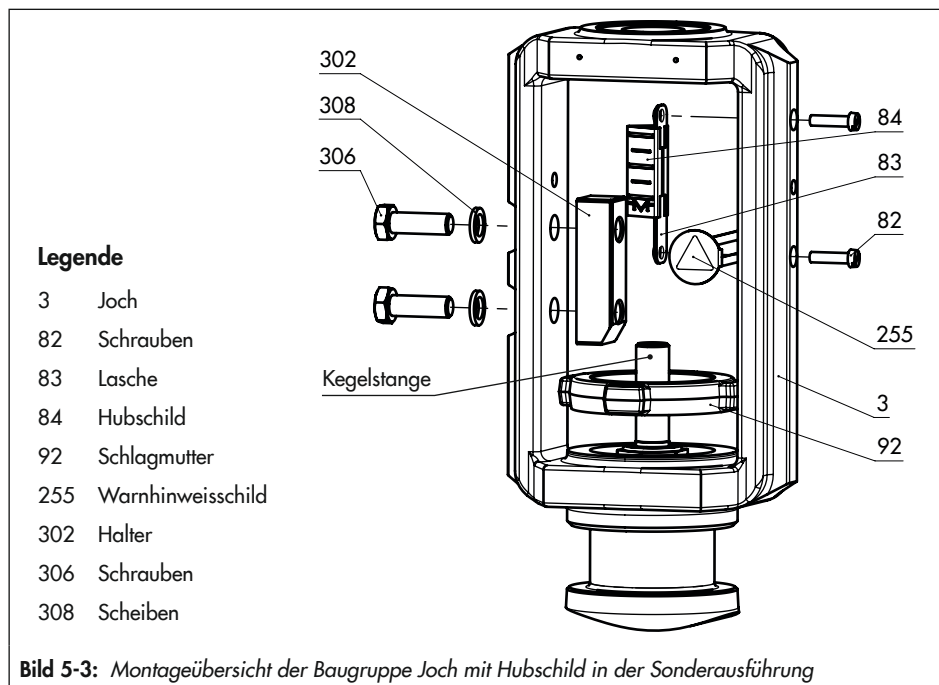
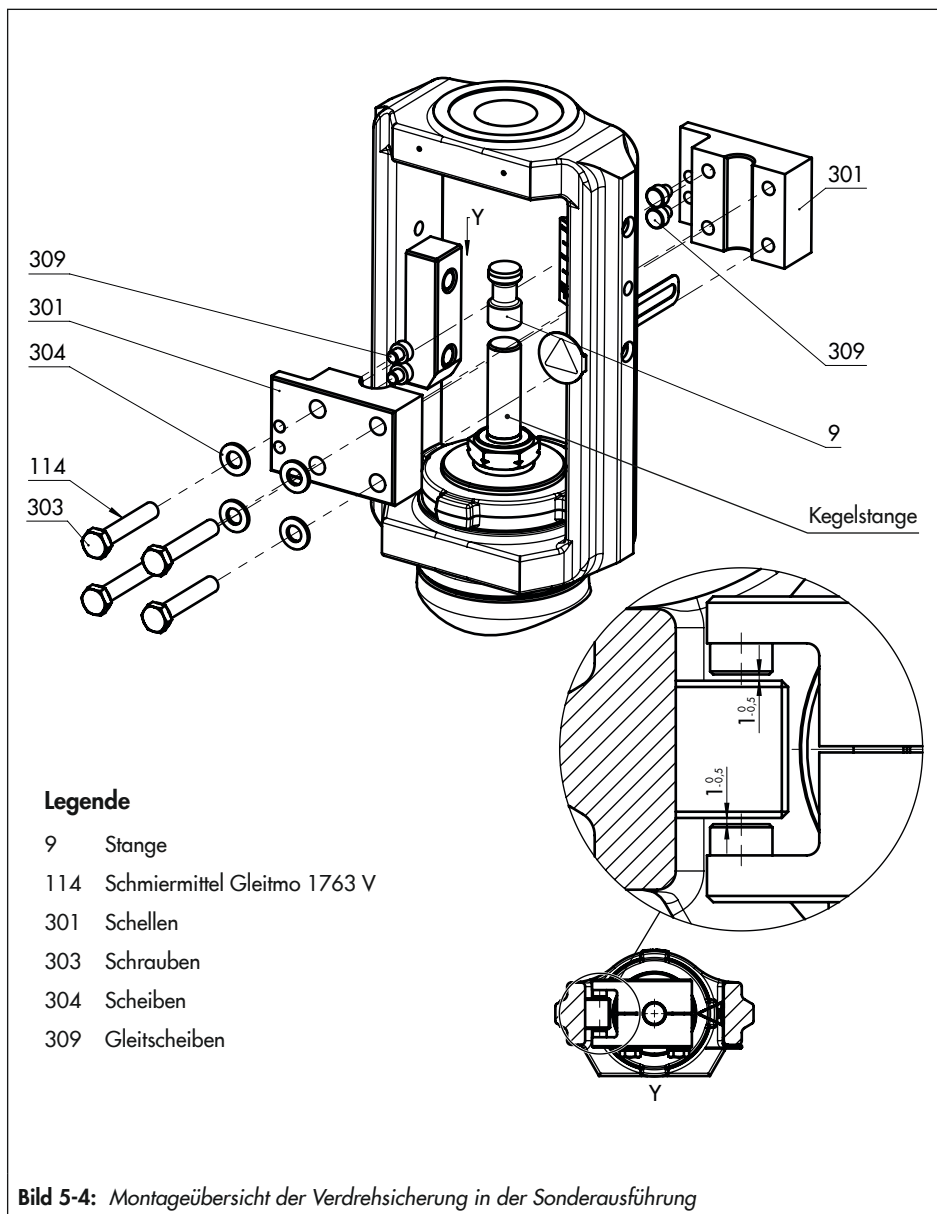

Bild 5-3: Montageübersicht der Baugruppe Joch mit Hubschild in der Sonderausführung
Bild 5-4: Montageübersicht der Verdrehsicherung in der Sonderausführung
Vgl. Bild 5-3 und Bild 5-4
- Zwischen den Gleitscheiben und ihrer Auflage am Joch ist ein nomineller Spalt zwischen 0,5 und 1 mm auf jeder Seite (vgl. Detail Y in Bild 5-4).